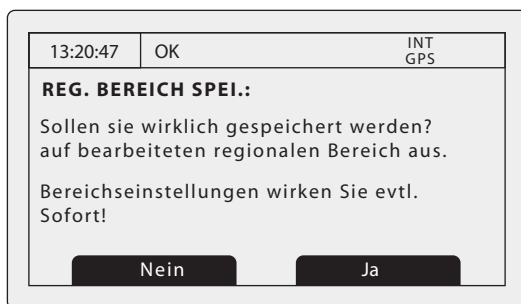

Abbildung 57 Bildschirm zum Bestätigen der Einstellungen für den regionalen Bereich
7. Sie werden aufgefordert, das Speichern der Einstellungen für den regionalen Bereich zu bestätigen, wie in Abbildung 57 dargestellt.